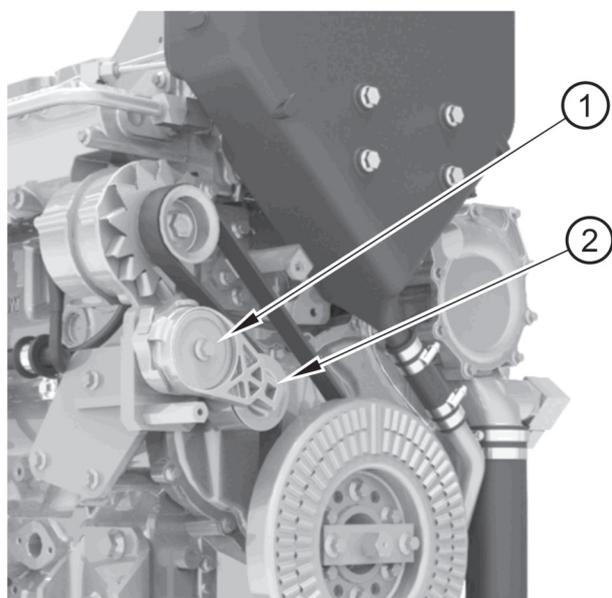

Abbildung 15
2. Führen Sie ein quadratisches Antriebswerkzeug (Abbildung 15, Nummer 2) in die quadratische Öffnung des Riemenspanners (Nummer 1). Drehen Sie den Riemenspanner im Uhrzeigersinn, um die Spannung am Antriebsriemen zu lösen. Entfernen Sie den Riemen.